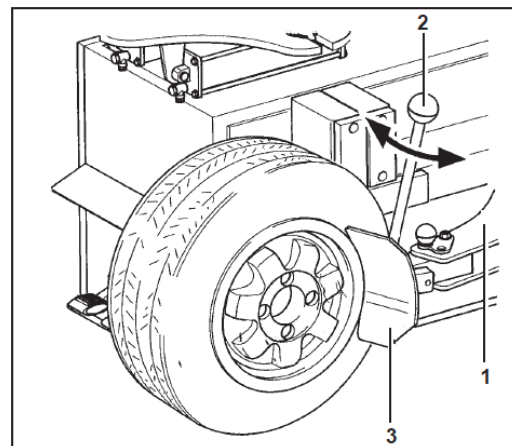

Рис. 13
1) Установите разбортируемое колесо к рычагу 1 с помощью рычага 2 (Рис.13). Прижмите колесо к резиновой опоре и «лопатой» 3 подведите к борту, около 1 см от обода.